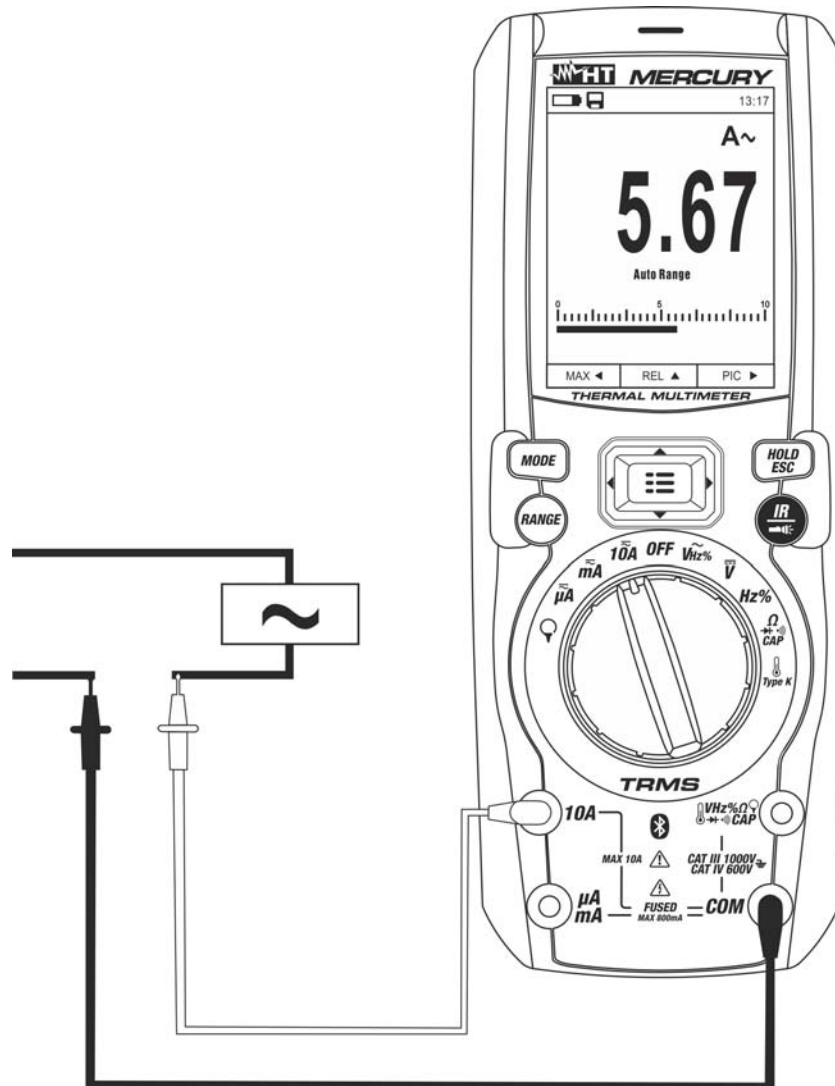

Fig. 29: Utilisation de l'instrument pour la mesure de Courant AC
5. Connecter l'embout rouge et l'embout noir en série au circuit duquel on veut mesurer le courant (voir Fig. 29)